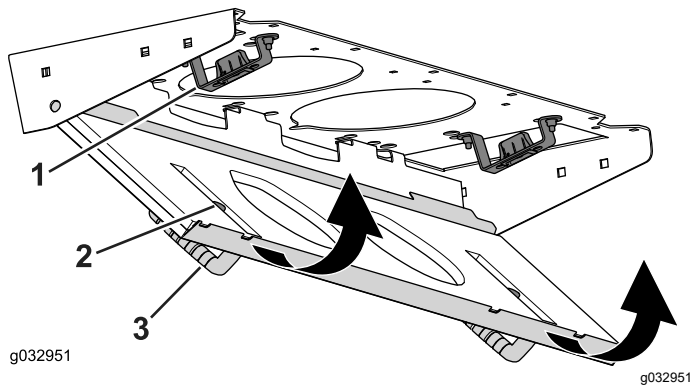

Figure 95
4. Faites pivoter le filtre sur les languettes jusqu'à ce que le pêne s'enclenche dans la gâche (Figure 95).